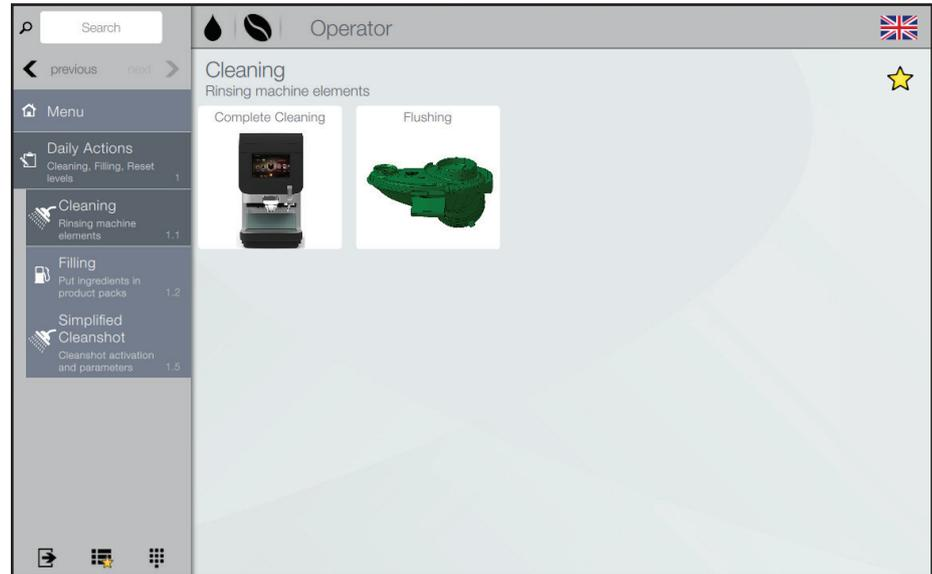

Fig. 6.6 - Pulizia
- Seguire le istruzioni delle sezioni "Lavaggio" e "Pulizia completa", vedi capitolo "Pulizia" (fig. 6.6).